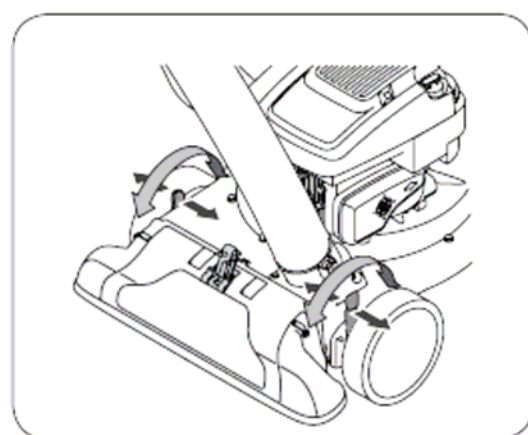

Figure 9
1. Переместите рычаг регулировки высоты наконечника по направлению к колесу (смотри рисунок 9).